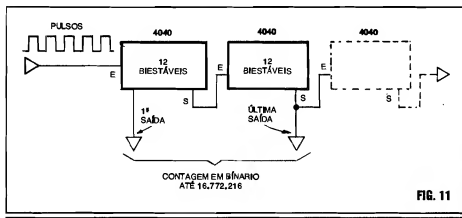

FIG. 11
-FIG. 11 - ... E PARA CONTAR "A CIMA" DE 4096...? - Embora 4096 pareça, a princípio, um número ou quantidade reativamente elevada, na prática não o é, já que em muitas aplicações precisamos quantificar valores numericamente muito superiores, manipulando tais números binários elevados, digital e eletrônica-
impressionante "talento" no assunto é a grande (mesmo...) velocidade com a qual podem realizar tais operações...! Só para dar um exemplo comparativo, o conjunto dos dois 4040 iniciais do diagrama da FIG. 11 pode efetivamente contar, desde 1 até 16.772.216 em muito menos tempo do que alguém conseguiria dizer, em voz alta, o número dezesses milhões, setecentos e setenta e dois mil e duzentos e dezesses...! Na verdade, tal contagem ou totalização binária pode ser feita numa fração de segundo! Graças a esse enorme potencial, lastreado basicamente na precisão e na velocidade é que surgiu todo o moderno Universo do cálculo puramente eletrônico e - por consequência - os computadores, micro-computadores e toda a parafernália informática que atualmente nos cerca e nos serve! Na raiz de todo arranjo eletrônico digital contido nos modernos computadores, temos nada mais, nada menos, que um "monte" (mas um monte mesmo...) de divisores